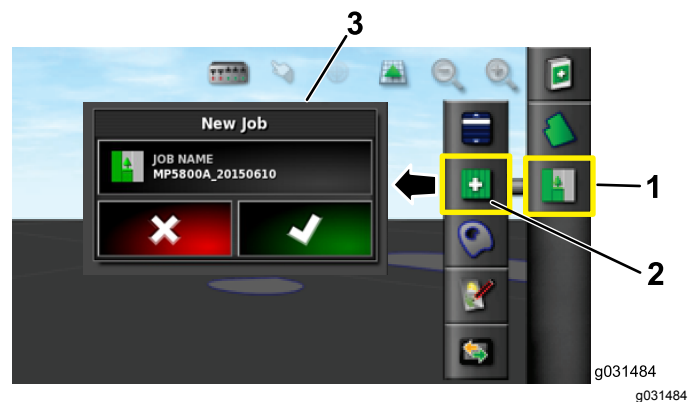

Figura 11
5. Selecione o ícone do menu de trabalhos na parte superior direita do ecrã (Figura 11).
6. Introduza um novo nome para o trabalho ou deixe a hora padrão (Figura 11).